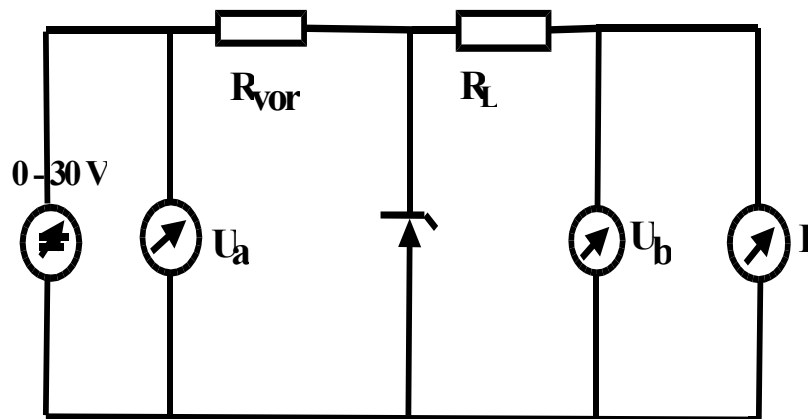

Abb. 3 Regelschaltung
3. Bauen Sie die Regelschaltung nach Abb. 3 auf.
- 3.2. Berechnen Sie den Verlauf der Funktion $U_b = U_b(I)$ der Schaltung nach Abb. 3 ohne die Z-Diode und tragen Sie sie in das Diagramm von 3.1 ein. Dabei dürfen Sie den Innenwiderstand der Spannungsmesser als unendlich annehmen.
- 3.6. Berechnen Sie den Verlauf der Funktion $U_b = U_b(U_a)$ der Schaltung nach Abb. 3 ohne die Z-Diode und tragen Sie sie in das Diagramm von e) ein.